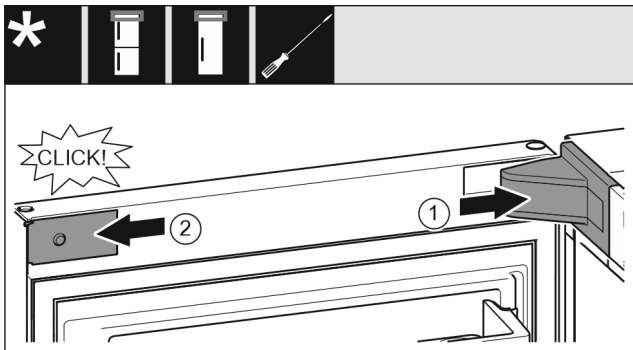

Fig. 23
- ▶ Крышку опорного кронштейна на установите и зафиксируйте те при необходимости осторожно разожмите. Fig. 23 (1)
- ▶ Установите накладку сбоку и зафиксируйте. Fig. 23 (2)